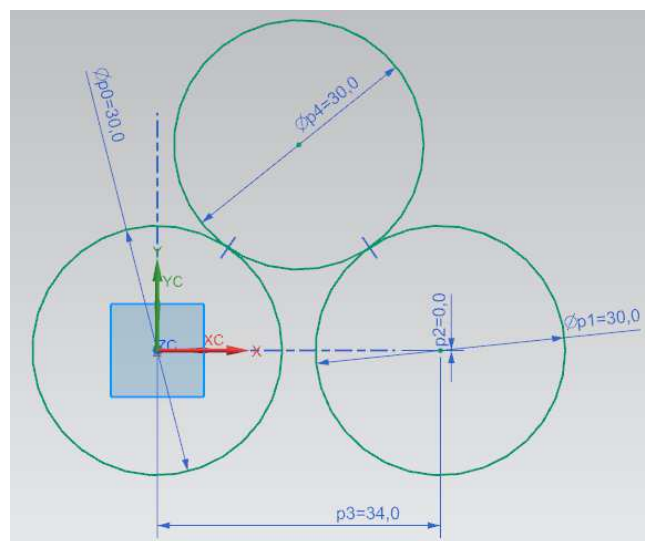

Rys. 3.43. Okno relacji
- przejść do polecenia **Geometric Constraints** (relacje) , co spowoduje wyświetlenie dodatkowego okna (rys. 3.43). W oknie tym są wymienione różne rodzaje relacji, które zostały opisane w dalszej części,
- wybrać relację **Tangent** podświetloną w sposób pokazany na rys. 3.43,